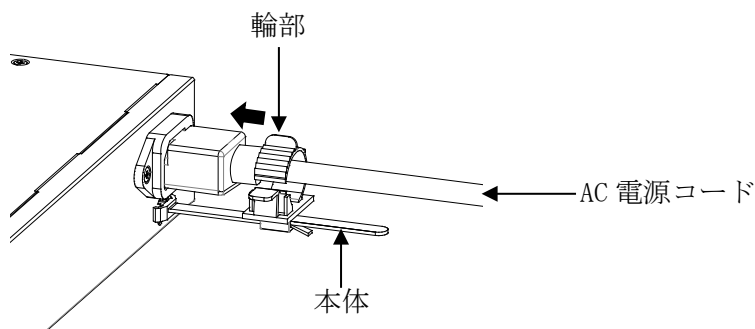

図 3-12 AC 電源コードストッパー (AL-ACPWCD-SP) の取り付け方法 2
- (2) AC 電源コードを輪部に通し AC インレットに差し込んだ後に、輪部を根本までスライドさせ取り付けてください。(図 3-12 参照)